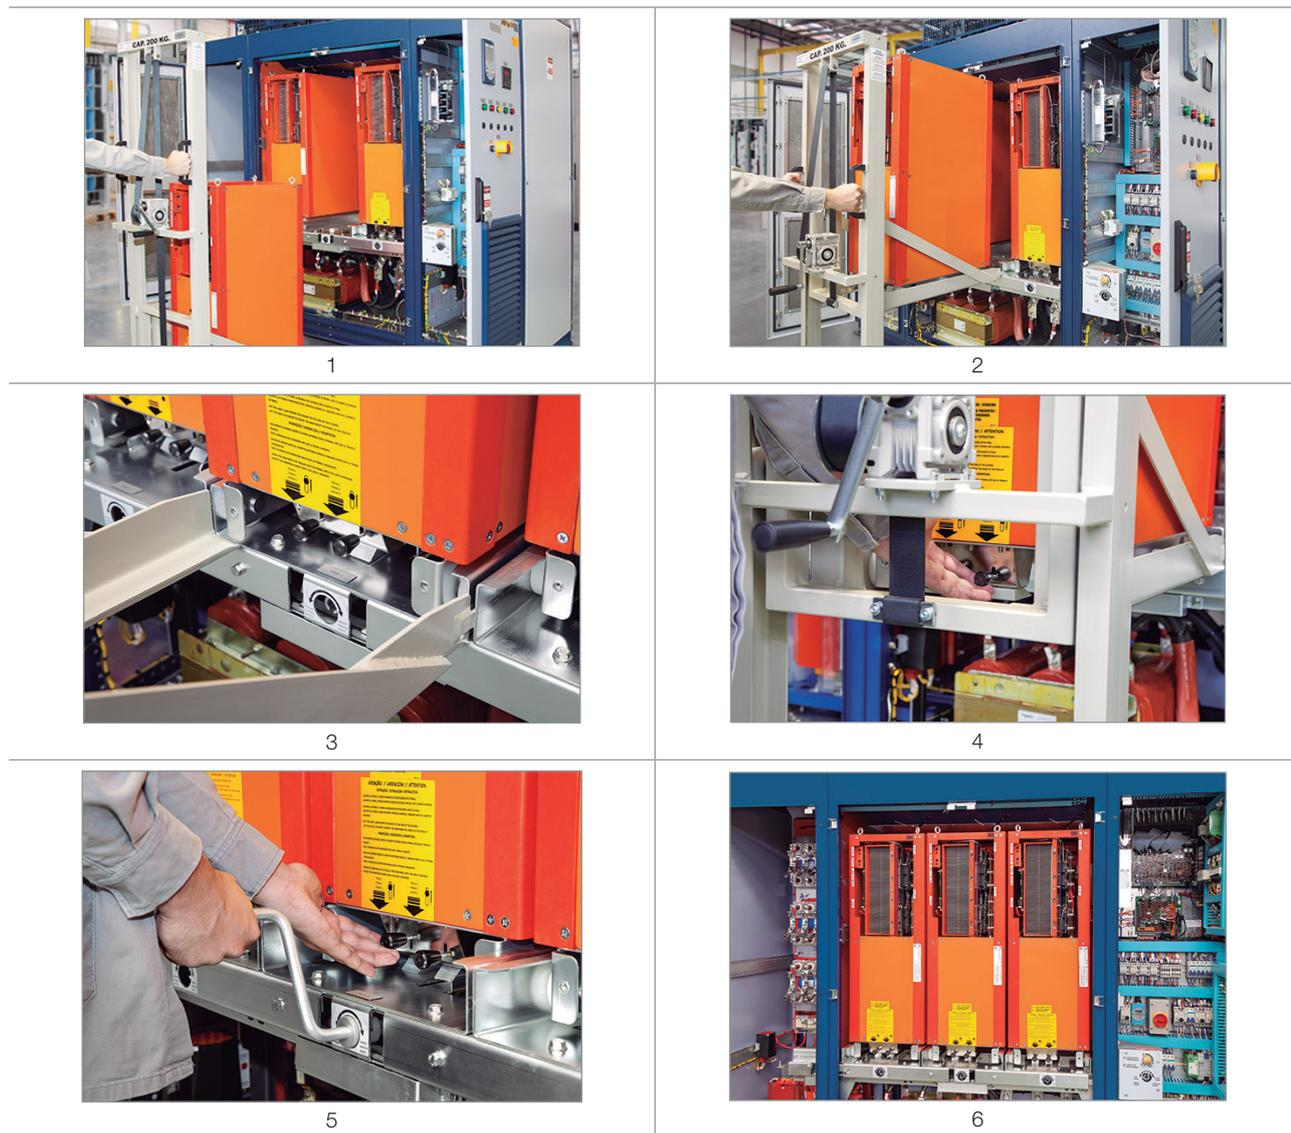

Figure 8.7: Détails des étapes d'insertion du bras
Lors du transport des bras de commande, ils doivent avoir le mécanisme de blocage activé et être transportés près du plancher (Figure 8.7 à la page 8-8 - image 1).
3. Rapprochez le chariot de transport du panneau, en levant le bras de commande à la hauteur requise et insérez les pattes du chariot dans la position indiquée sur la Figure 8.7 à la page 8-8 - images 1, 2 et 3.
5. Libérez le verrou qui fixe le bras au chariot (Figure 8.7 à la page 8-8 - image 4) et enfoncez-le en observant l'alignement des roues avec la base dans le panneau.
6. Le bras doit être manuellement inséré jusqu'à ce que le système de verrouillage (goupille d'arrêt) s'active (Figure 8.7 à la page 8-8 - image 5).
7. L'étape d'insertion finale s'effectue en utilisant une manivelle, en poursuivant l'insertion jusqu'au point où la deuxième goupille de blocage s'engage (Figure 8.7 à la page 8-8 - images 5 et 6).